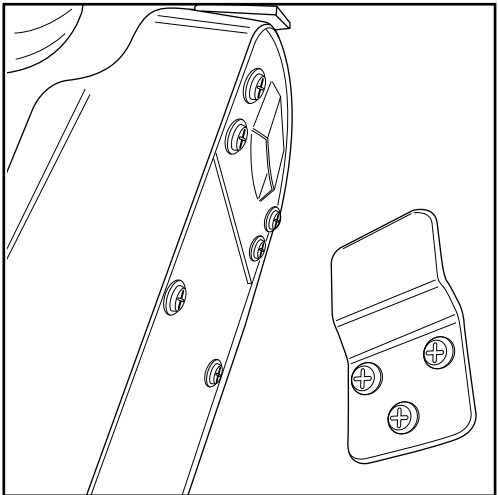

Fig. 4
- Position the rear grid (B) onto the shaft (G) of the motor unit (H) and fix it by inserting and rotating the apposite ring nut (F) clockwise until it locks in place.
- Insert the blade (C) onto the motor shaft (G) and slightly press it.
- Lock the blade (A) by screwing the corresponding front ring nut (C) on the shaft, until it locks in place.
- Assemble the front grid (E) with the rear one (B) by means of the apposite hook (D) on the front grid and lock them together by tightening the corresponding screw with a screwdriver. Close the clips around the front grid edges so that they lock both grids.
- Drill three holes in the wall using the bracket holes (L) as reference. Mount the fixing bracket (L) to the wall by using the 3 screws (M).
- Fit the fan to the wall, inserting the apposite fitting (I) situated on the arm back (N), on the fixing bracket (L) fixed to the wall (Fig. 4).
- Colocar la rejilla trasera (B) sobre el eje (G) del cuerpo motor (H) y fijarla introduciendo y girando la pertinente abrazadera (F) en sentido horario hasta que quede completamente bloqueada.
- Introducir el ventilador (A) en el eje motor (G) presionándolo suavemente.
- Afianzar el ventilador (A) atornillando en el eje la correspondiente abrazadera delantera (C) hasta que quede completamente bloqueado.
- Ensambalar la rejilla delantera (E) con la trasera (B) mediante el correspondiente gancho (D) en la rejilla delantera y fijarlas entre sí atornillando el pertinente tornillo con un destornillador. Cerrar los clips alrededor de los bordes de la rejilla delantera de forma tal que bloqueen ambas rejillas.
- Hacer tres agujeros en la pared, utilizando como plantilla los orificios del soporte (L). Atornillar el soporte de fijación (L) a la pared con los 3 tornillos (M).
- Colgar el ventilador en la pared insertando el acople (I), colocado en la parte trasera del brazo (N), en el soporte de fijación (L) fijado a la pared (Fig. 4).